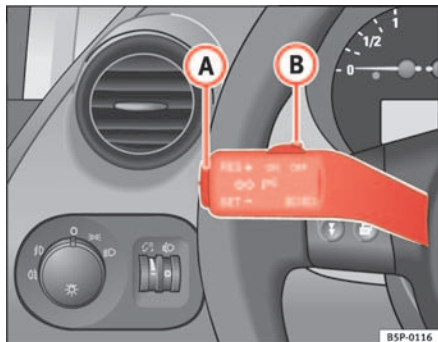

Fig. 141 Palanca de intermitentes y de luz de carretera: conmutador y tecla basculante para el regulador de velocidad
- Mueva el mando $\Rightarrow$ fig. 141 **(B)** hacia la izquierda hasta la posición **ON**.